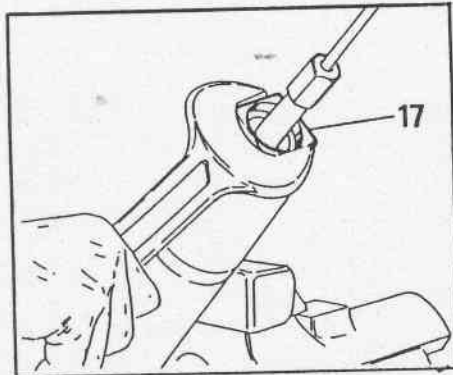

Fig. 22
- svitare il tappo di chiusura superiore (17 Fig. 22) avendo cura di non danneggiare il relativo anello di tenuta;